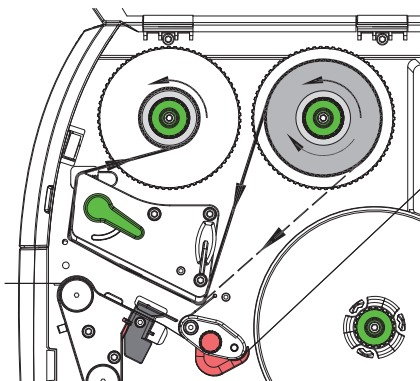

Figura 22 Paso del ribbon
5. Sujetar el carrete de ribbon (1) y girar el botón giratorio del desbobinador (3) en sentido antihorario hasta que el carrete de ribbon quede fijo.
6. Desplazar un núcleo de ribbon adecuado (4) sobre el rebobinador de ribbon (5) y fijarlo de la misma forma.
7. Guiar el ribbon a través del módulo de impresión tal y como se muestra en la figura 22.
8. Fijar el inicio del ribbon al núcleo de ribbon (4) usando cinta adhesiva. Durante este proceso, tener en cuenta el sentido de giro del rebobinador de ribbon en sentido antihorario.
9. Girar el rebobinador de ribbon (5) en sentido antihorario para alisar el paso del ribbon.
10. Girar la palanca (6) en sentido horario para bloquear el cabezal.